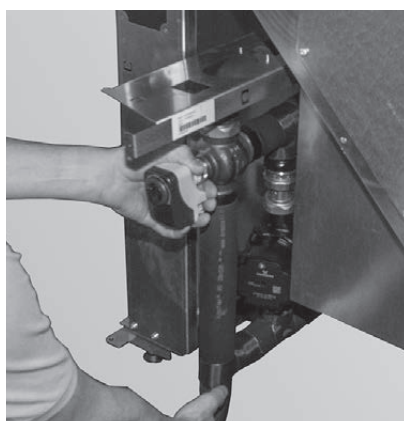

Fig. 54 Montare il gruppo idraulico [1] – vista da davanti
- ▶ Inserire le linguette del gruppo idraulico [1] nelle cavità posteriori e laterale del piede d'appoggio e fissare sul davanti con una vite autofilettante – Fig. 54 – Fig. 56.